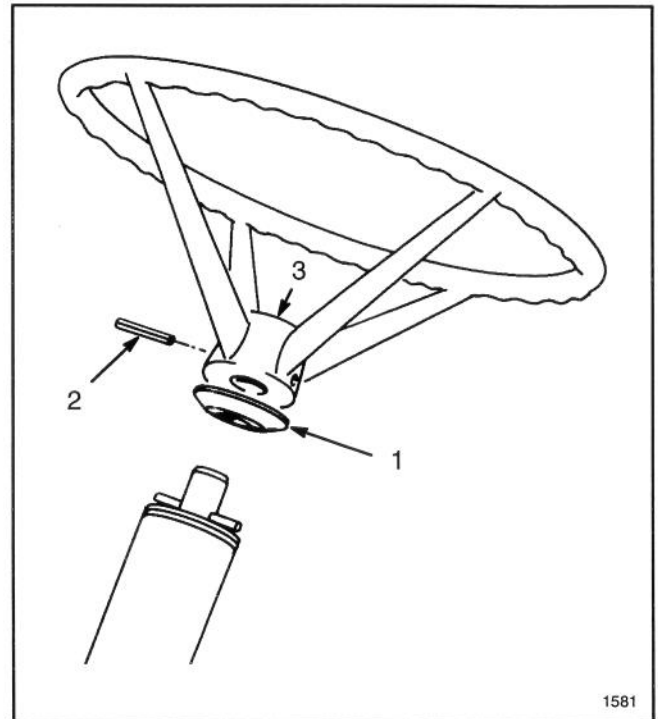

Figure 2
1. Enfiler la pièce intercalaire sur l'arbre de direction de sorte que la goupille de l'arbre vienne se loger dans la rainure de la pièce (Fig. 2).
**Remarque:** Le logo au centre du volant (Fig. 2) doit pouvoir se lire depuis le siège du cariste lorsque les roues sont dirigées tout droit.